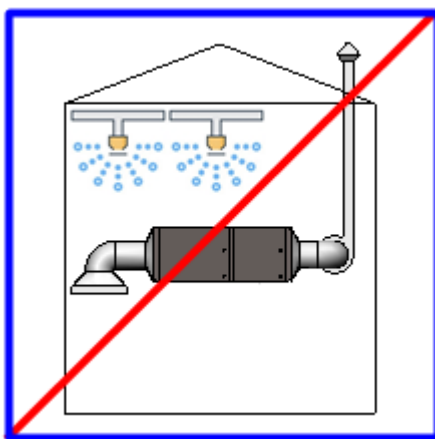

РИС. 10. ЗАПРЕЩЕНО ИСПОЛЬЗОВАТЬ ОБОРУДОВАНИЕ ВНУТРИ БАССЕЙНОВ, ВАННЫХ И ДУШЕВЫХ КОМНАТ, ДРУГИХ ПОМЕЩЕНИЙ С ВЫСОКОЙ ВЛАЖНОСТЬЮ
- внутри бассейнов, ванн и душевых комнат, помещений с высокой влажностью (Рис. 10);